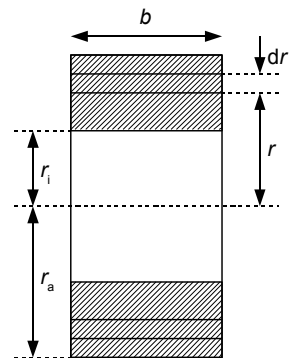

Abbildung 2: Wirksame Fläche einer Spule
Erweitert man die Drahtschleife zu einer Spule mit N Windungen, so muss die räumliche Ausdehnung dieser Wicklung (siehe Abb. 2) berücksichtigt werden. Die in (3) mit A_r bezeichnete, von der Schleife eingeschlossene Fläche muss durch eine mittlere Windungsfläche A ersetzt werden. In einem Ring der Dicke dr befinden sich